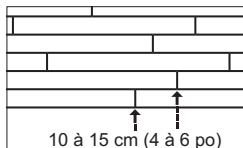

Figure 4
- Attention de bien décaler les bouts des planches de rangées adjacentes, si possible d'au moins 10 à 15 cm (4 à 6 po) (Figure 4). Ceci donne un aspect général plus agréable du plancher.
- Autant que possible, les joints de bout des rangées adjacentes doivent être décalés d'un minimum de 10 à 15 cm (4 à 6 po) pour obtenir un bel aspect esthétique (Figure 4).
- Vérifier que les bords et les bouts de chaque planche sont bien serrés. Les joints d'extrémité des rangées adjacentes doivent autant que possible être décalés d'au moins 10 à 15 cm (4 à 6 po) afin de donner un aspect général plus agréable au plancher (Figure 4).